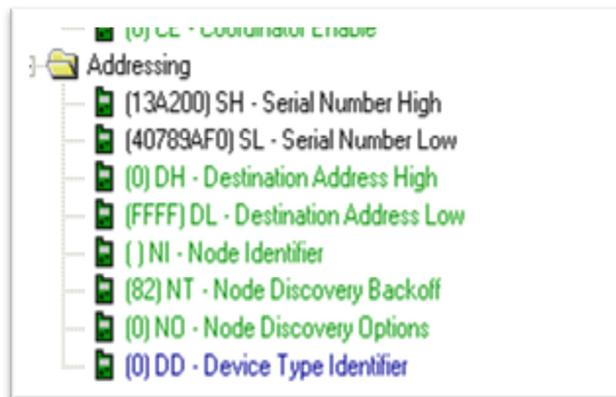

Figura 3.15 Parámetro DD del transmisor
4. En el parámetro Addressing seleccionar la opción DD y elegir el valor 0. Como se tiene en la Figura 3.15.